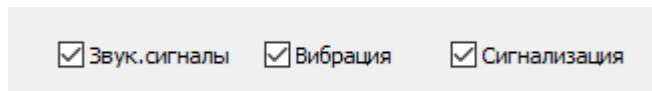

Рисунок 14 – Включение сигнализаций прибора
- 2) установить отметку напротив обозначения одной или сразу нескольких необходимых сигнализаций (рисунок 14).